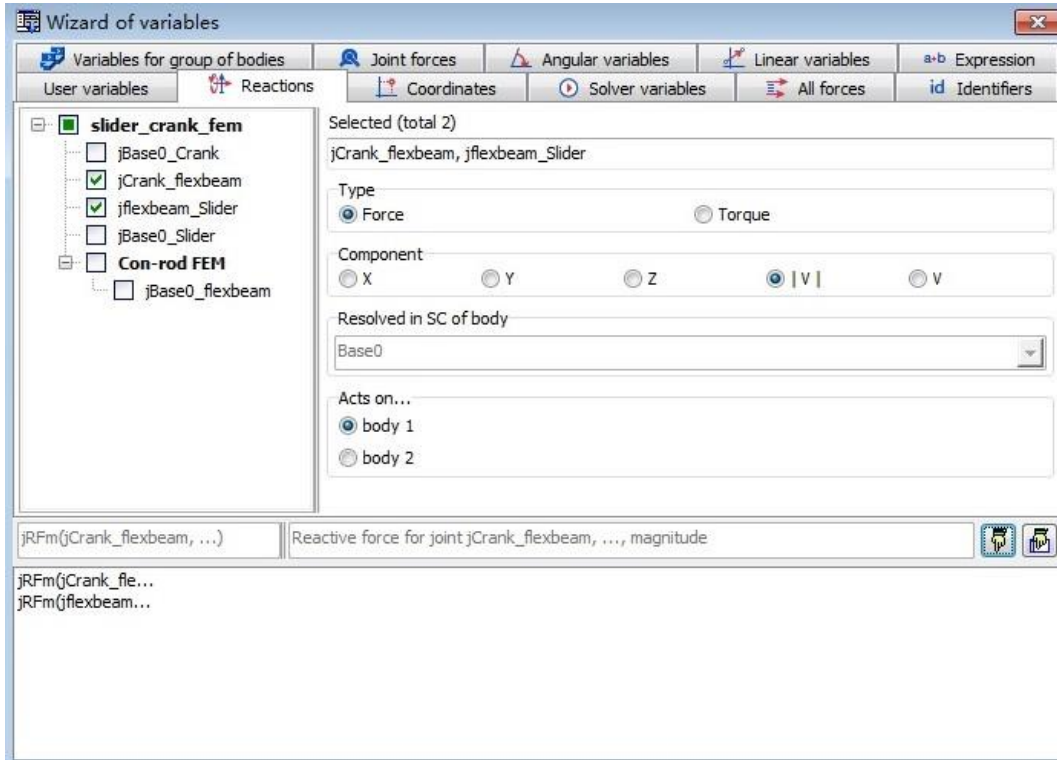

图 1.28
8. 选择菜单 **Tools | Wizard of variables**，打开变量向导，创建两个支反力 **jCrank_flexbeam** 和 **jflexbeam_Slider**，如图 1.28 所示(Reactions 页面)，并拖入绘图窗口，然后关闭变量向导。